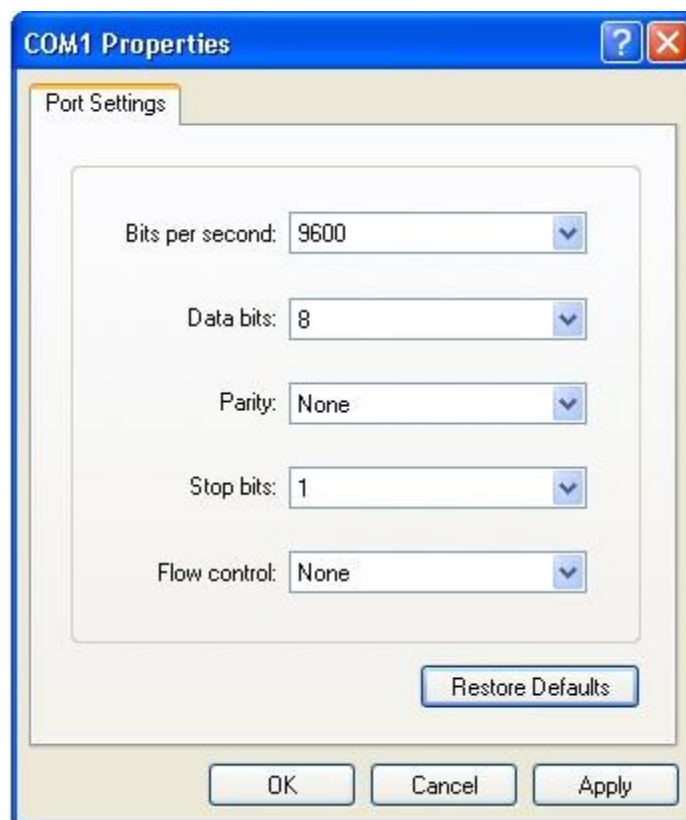

Рисунок 21.
- После того, как выбран последовательный порт, нажмите **ОК**. Отображается окно настроек параметров последовательного порта (Рисунок 21). Установите количество бод установлено 9600, бит данных 8, проверка четности как нет, число стоп бит равно 1 и управление потоком установлено как нет.